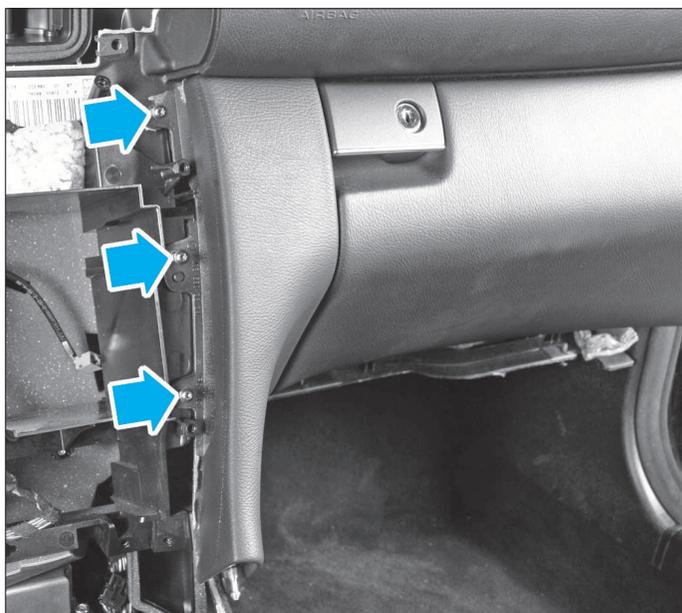
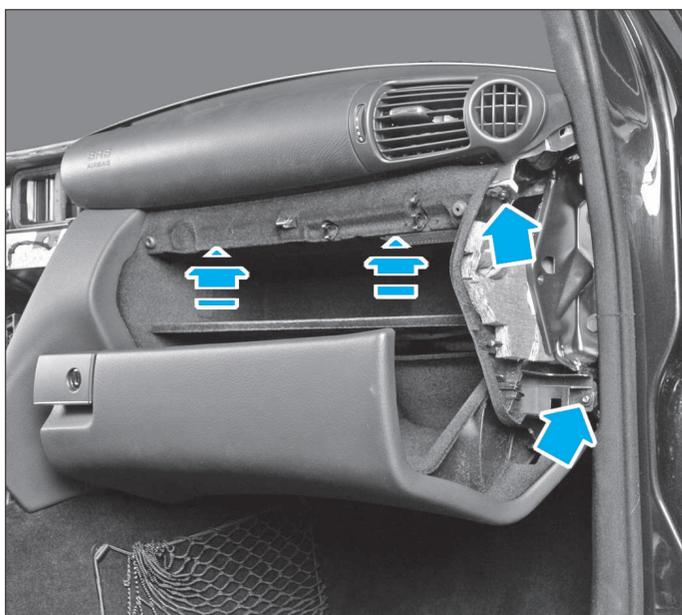

FIG. 39
FIG. 40
- les 7 fixations de la boîte à gants (Fig.39) et (Fig.40).